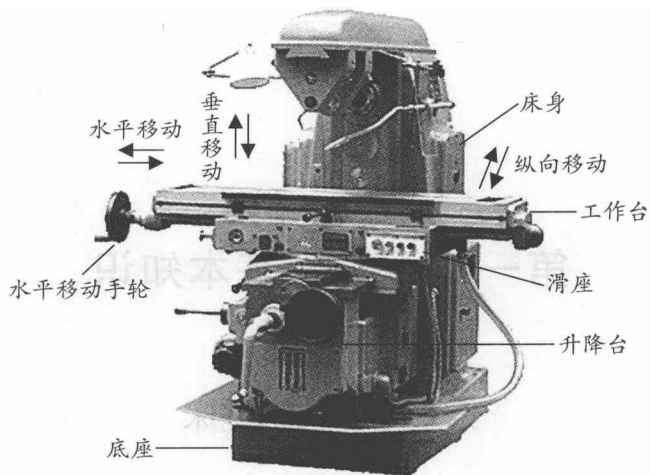

图 1-1 X6132 型卧式万能升降台铣床
1. 卧式万能升降台铣床 这种铣床设有沿床身垂直导轨运动的升降台,工作台可随升降台做上下垂直运动,并可在升降台上做纵向和横向运动。铣床主轴与工作台台面平行,使用灵便,适合于加工中小型零件。X6132 型卧式万能升降台铣床如图 1-1 所示。